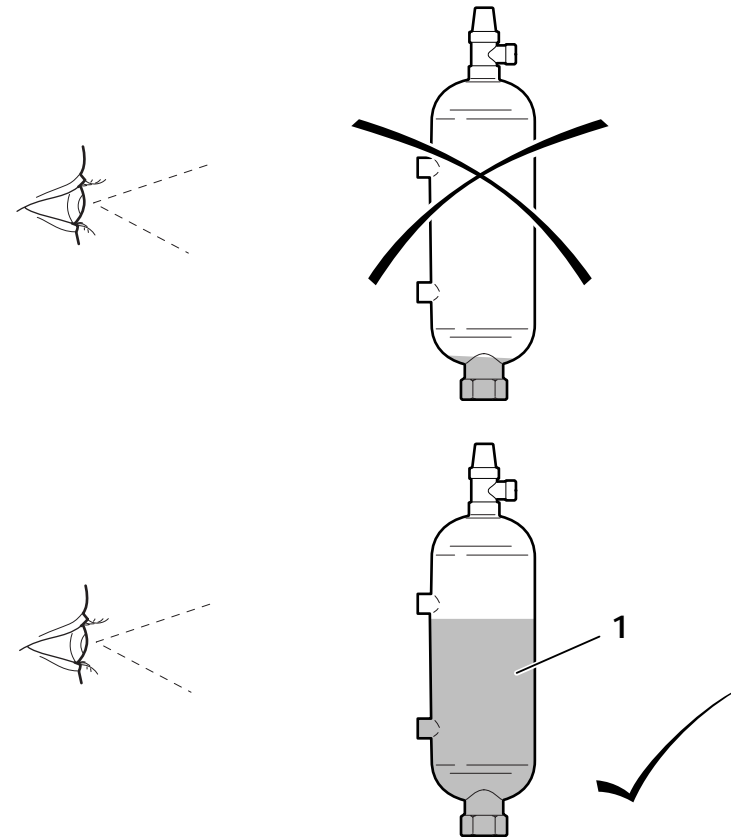

fig 5: waterniveau en bronvloeistof controleren
- Controleer het vloeistofniveau door te kijken naar het expansievat (zie ook fig. 5 pagina 10). Hierbij moet wel worden opgemerkt dat het niveau kan verschillen, afhankelijk van de temperatuur van de aarde. In ieder geval zal er zich in het expansievat vloeistof moeten bevinden. Is dit niet het geval dan moet de bron bijgevoerd worden.